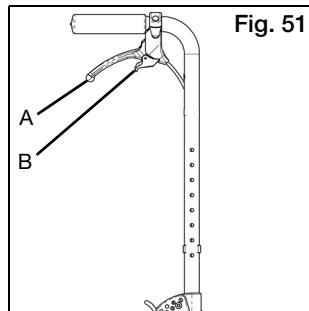

Fig. 51
- a. Presione las palancas del freno (Fig. 51:A) a ambos lados de la silla para activar los frenos. Cada lado esta en operación independientemente y puede ser presionado con más o menos fuerza para obtener mayor o menos acción de frenos.
- c. Para usar la función de freno de estacionamiento, presione una cada palanca de freno y, con el gatillo presionado, utilice el dedo índice para mover la palanca de traba (Fig. 51:B) hacia abajo, dentro del diente en el montaje de la palanca. Mientras que sostiene la palanca de traba hacia abajo, libere las manijas de freno y el freno de estacionamiento permanecerá en su sitio.